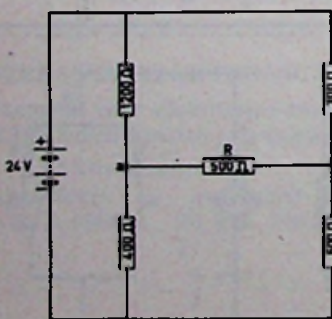

FIG. 4
⑦ Bereken de stroom door de weerstand R in fig. 4. Hierbij kan gebruik gemaakt worden van het theorema van Thévenin.